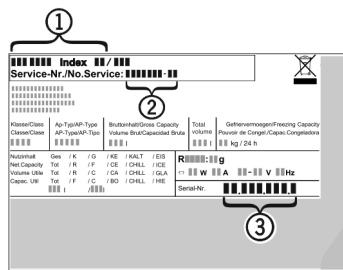

Fig. 11
- ▶ A készülék megnevezését Fig. 11 (1), a szerviz- Fig. 11 (2) és sorozatszámot Fig. 11 (3) a típus-tábláról olvassa le. A típus-tábla a készülék belsejében baloldalon található.
- ▶ Értesítse a vevőszolgálatot a hibáról, és adja meg nekik a készülék megnevezését Fig. 11 (1), a szerviz- Fig. 11 (2) és a sorozatszámot Fig. 11 (3).